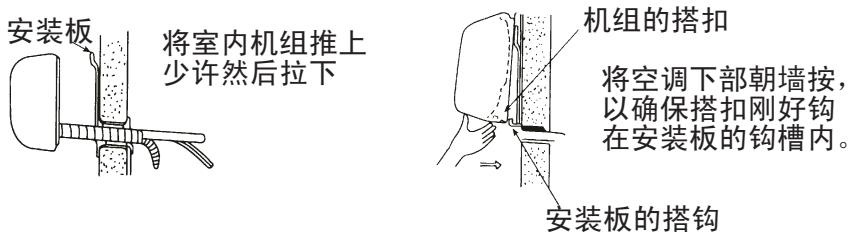

图17
- (2) 如图17所示将室内机组钩上安装板。
(3) 把室内机组的搭扣钩在安装板上。